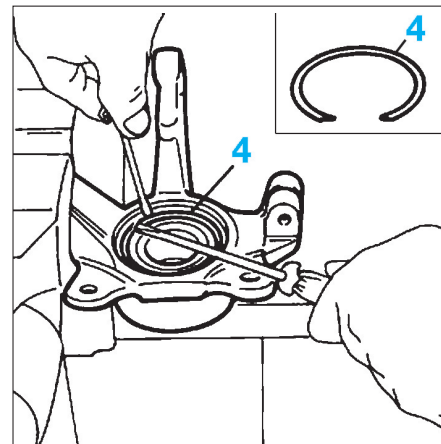

FIG. 21
- Retirer le circlips (4) de butée du roulement (Fig.21).